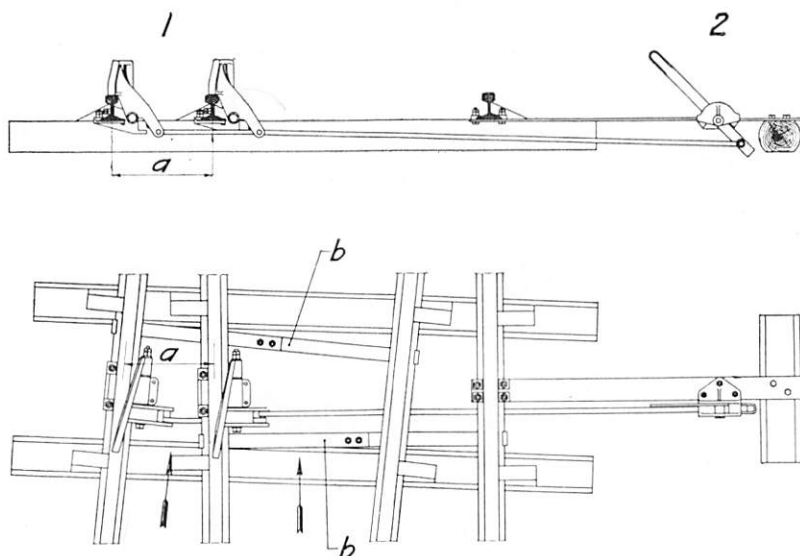

Bild. 4.
- 4) Avståndet a, bild 4, mellan rälerne för dubbel spårspärr, då detta avstånd är större än 530 mm.